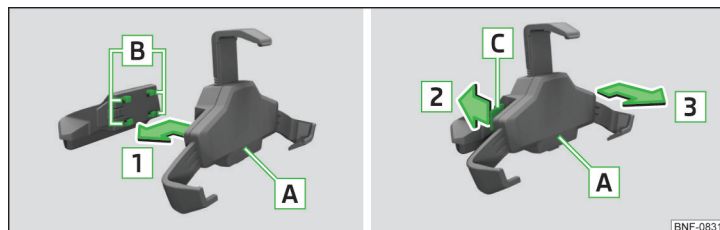

Fig. 77 Isætning af holder i adapter / Aftagning af holder fra adapter
- For at **fastgøre holderen på adapteren** skal du sætte holderen **A** ind i holdelementerne **B** i pilens retning **1**, indtil du kan høre, at den går i hak » Fig. 77.